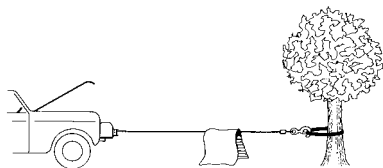

Figure 6
10. Lors de la traction de charges lourdes, il est recommandé de placer une couverture ou une veste lourde sur le câble métallique à proximité du crochet (Fig. 6). En cas de rupture du câble, le tissu amortira la rupture et empêchera que le câble ne fouette. Pour une protection complémentaire, soulevez le capot du véhicule.